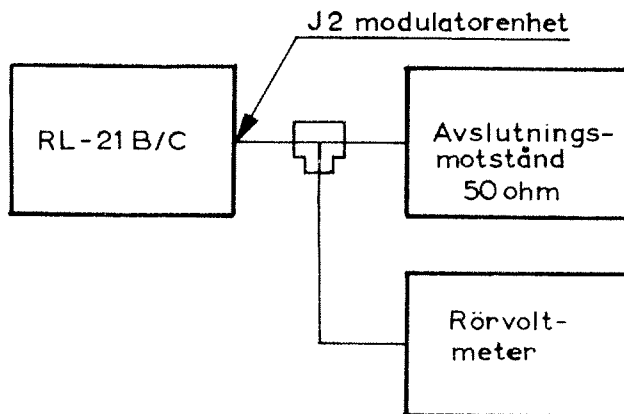

Bild 3. Uppkoppling
Koppla upp enligt bild 3 och kontrollera att spänningen är minst 4 V. Om spänningen understiger 4 V, justera med kondensatorn C2 (trimpunkt 6) i modulatorenheten.
- 4.06.1 Kontrollera att spänningen, uppmätt enligt bild 3, är minst 300 mV.
- 4.06.4 Om utnivån är så hög att blandarströmmen inte går att justera till 20 μ A, justera med spolarna L1-2 (trimpunkt 8) tills min utslag erhålls på rörvoltmetern (se bild 3). Skulle detta trimningsförfarande inte vara tillräckligt, flytta anslutningen på spolen L1 i underenhet U1 tills utspänningen uppfyller ovanstående krav.